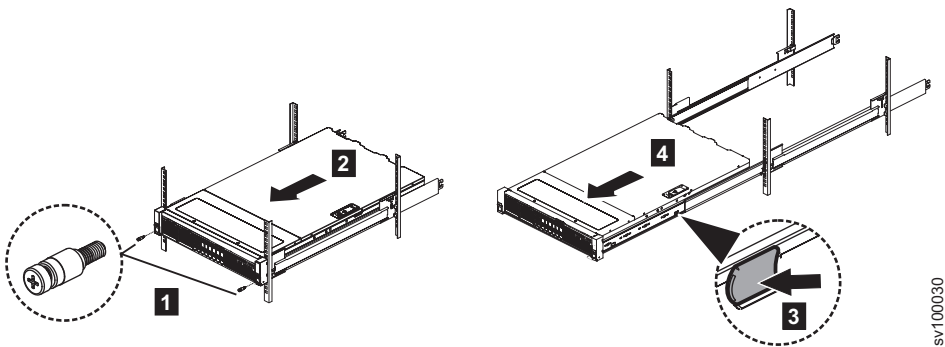

図 30. ラックからの 2145-SV1 ノードのシャーシの取り外し
4. シャーシを取り外すには、39 ページの図 30 に示すステップを実行します。